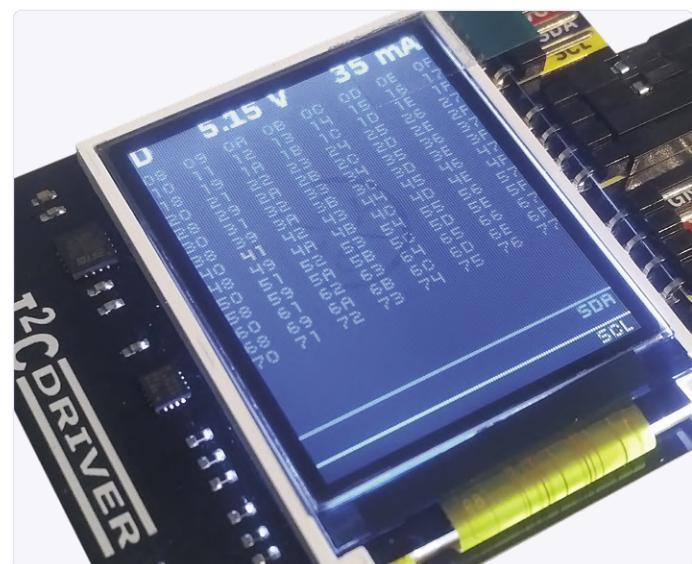

Figure 6. Une seule couleur, cela signifie qu'il n'y a qu'un seul capteur.
*HygroSage* démarre bien (en dépit de mon câblage assez pathétique). L'affichage de la consommation en haut de l'écran se met à jour. Je signale que le contenu de l'afficheur de l'I2CDriver n'est apparu qu'après le démarrage du logiciel (sur lequel je reviens ci-dessous et qui s'est parfois planté au démarrage). Quand le démarrage réussit, vous voyez ce que montre la **figure 6** : cet affichage vous informe sur la fréquence d'accès aux différents appareils (heatmap).